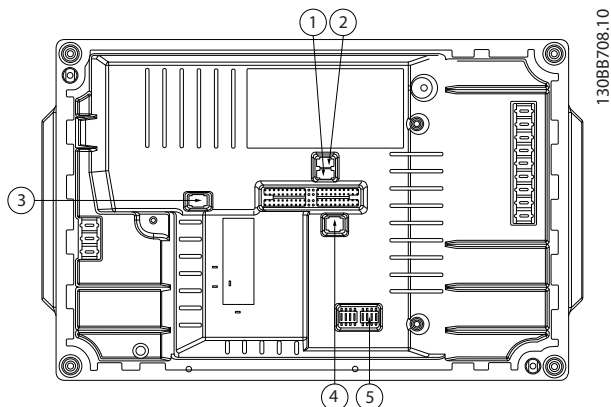

图 2.25 DIP 开关的位置
- 开关 S801 (BUS TER.) 可用于端接 RS-485 端口 (端子 68 和 69)。请参阅 图 2.25。